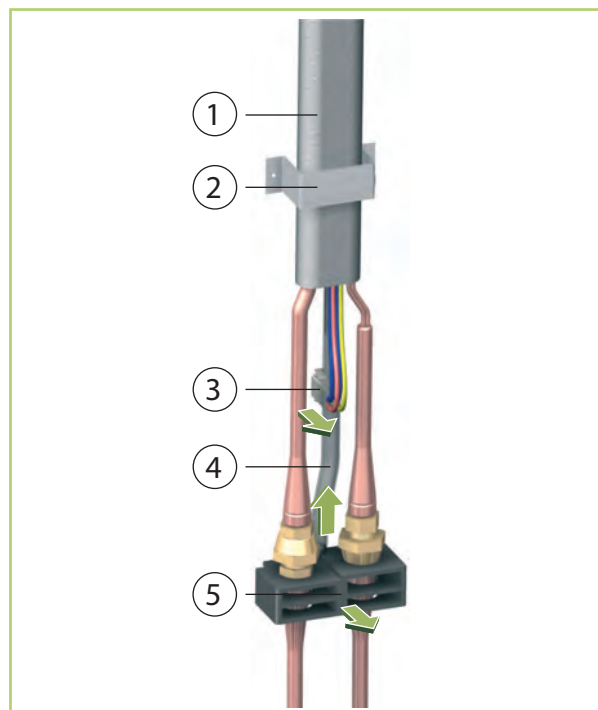

Abb. 13: Demontage Verbindungsleitung
5. ➤ Schrauben Sie die Befestigungsschelle der Verbindungsleitung ab (Abb. 13).
6. ➤ Drücken Sie auf die seitliche Lasche der Steckverbindung und ziehen Sie den Stecker aus der Buchse (Abb. 13).
7. ➤ Entfernen Sie das Oberteil der Halterung durch Herausdrehen der beiden Schrauben (Abb. 13).
8. ➤ Ziehen Sie den Kondensatschlauch ab (Abb. 13).